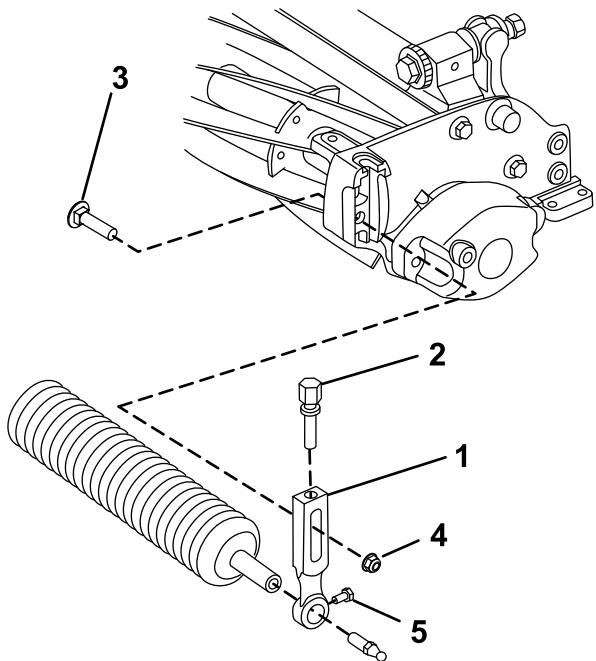

Bild 3
1. Entfernen Sie die Befestigungsschraube und Sicherungsbundmutter mit denen einer der Schnitthöhenarme an der Seitenplatte der Schneideeinheit befestigt ist (Bild 3).
2. Lösen Sie die Rollenbefestigungsschrauben in den Schnitthöhenarmen (Bild 3).
3. Schieben Sie die Rollenwelle in den Schnitthöhenarm am anderen Ende der Schneideeinheit (Bild 3).
4. Schieben Sie den Schnitthöhenarm auf die Rollenwelle (Bild 3).
5. Befestigen Sie die Rolle lose mit dem vorher entfernten Schnitthöhenarm und den Befestigungen an der Schneideeinheit (Bild 3).
7. Ziehen Sie die Befestigungsschrauben der Rolle an (Bild 3).